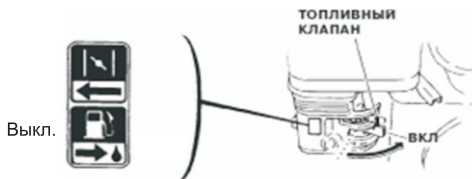

Рис. 26
4. Закройте топливный кран, повернув его в положение OFF (Рис. 26).